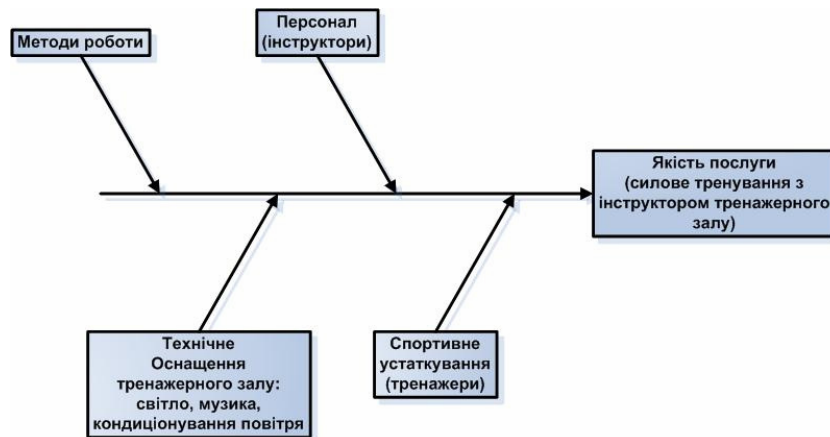

Рис. 10.9. Складові якісної послуги спортивного клубу
**Приклад 2.** Спортивний клуб надає своїм клієнтам послугу – силове тренування в тренажерному залі з інструктором: для невеликої групи (2-5 чоловік) або індивідуально. Попередній аналіз показав, що на якість послуги, що надається, впливає декілька чинників: наявність кваліфікованого персоналу; методика проведення тренувань, що ретельно пропрацьована; використання сучасного спортивного устаткування, якісне технічне оснащення. На рис. 10.9 представлені всі складові якісної послуги [4].